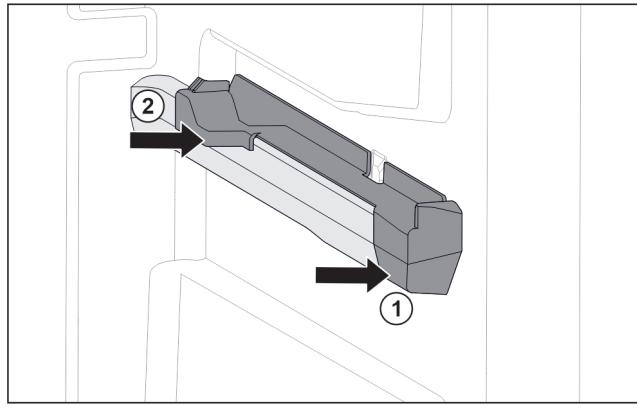

Fig. 59 Násuvný diel na pravom rebre nádoby
- Nasadte násuvný diel vpredú na rebro nádoby. Fig. 59 (1)
- Pritlačte násuvný diel vzadu. Fig. 59 (2)